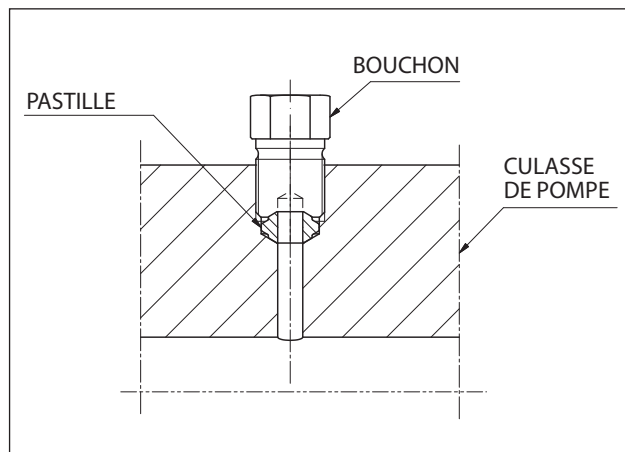
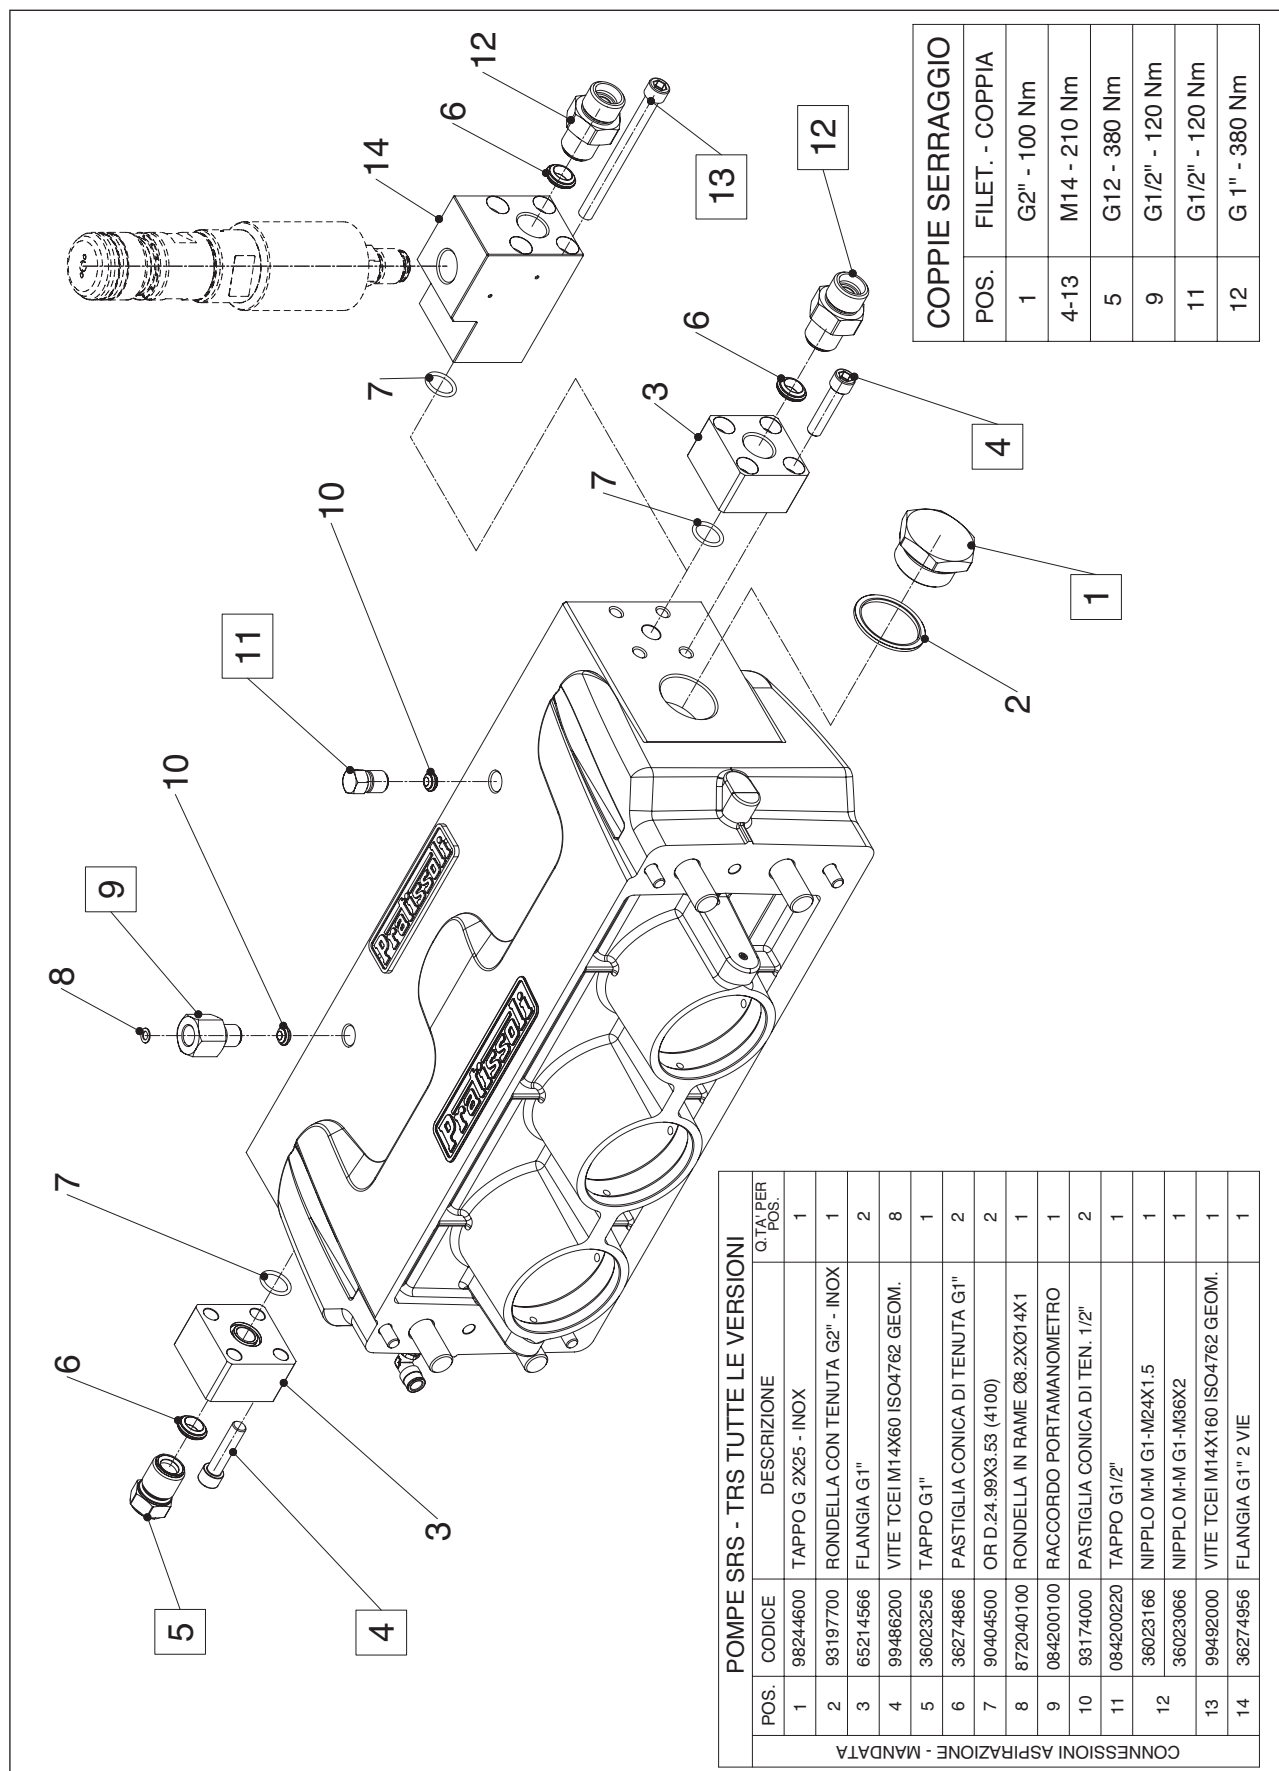

Fig. 7
Fig. 8
- 1) 2 orifices d'aspiration « IN » : G2" ; voir « CONNEXION ASP/ REFOUL. SRS-TRS H.P." RÉF.65951500 (Fig. 8).
- 2) 2 orifices de refoulement « OUT » Ø19 : voir « CONNEXION ASP/REFOUL. SRS-TRS H.P." RÉF.65951500 (Fig. 8).
Les pompes SRS-TRS sont livrées avec 4 pastilles coniques en acier à utiliser sur les orifices de refoulement (voir Fig. 7) ou sur les flasques de raccordement en option pour assurer l'étanchéité de la connexion. Le siège de l'orifice de refoulement sur la pompe est déjà usiné pour recevoir la pastille conique. Par contre, s'il s'avère nécessaire de réaliser le raccord de refoulement ou le bouchon, les usiner comme le montre la Fig. 8.
Pour la composition des flasques d'aspiration et de refoulement, voir « CONNEXION ASP/REFOUL. SRS-TRS H.P. » (Fig. 8).